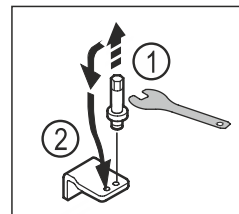

Fig. 22
- Alt yatak mesnedinin pimini 5mm altı köşe lokma anahtarı ile çıkarın. Fig. 22 (1)
- Pimi diğer tarafa takın. Fig. 22 (2)